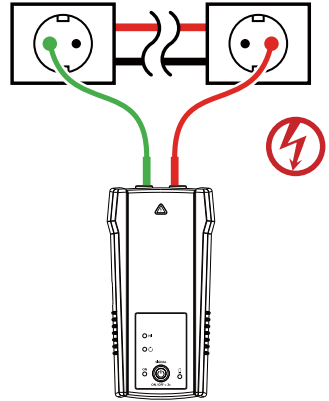

Abbildung 3.1a: Korrekte Verbindung mit separatem Neutralleiter
2. Verbinden Sie die rote Messleitung über das mitgelieferte Messleitungszubehör mit dem zu verfolgenden Leiter, ob spannungsführend oder spannungsfrei. Stellen Sie beim Anschluss sicher, dass Sie die Prüflleitung mit dem Außenleiter verbinden. Bei spannungsführenden Systemen wird das Signal NUR zwischen der Verbraucherseite, mit der der Sender verbunden ist, und der Stromquelle übertragen. (Siehe Abbildung 3.1a)